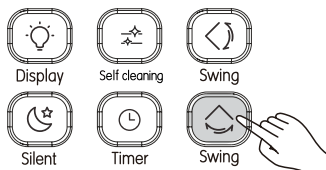

Рисунок 3.12
- ① При включенном блоке. Нажмите кнопку  (см. Рисунок 3.12). Активируется функция качания в горизонтальном направлении, загорается индикатор  и на внутренний блок передается сигнал.